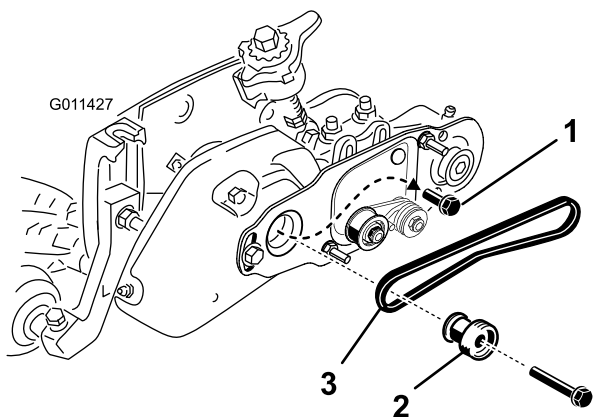

Figura 31
42. Retire el perno que sujeta la polea del acondicionador al eje motor (Figura 31).
43. Introduzca la polea motriz del cepillo en la polea motriz del acondicionador y sobre el eje motor (Figura 31). Asegúrese de que las pestañas de la polea entran en la ranura del eje motor.
44. Aplique Loctite a las herramientas del tornillo de cabeza embrizada de 3/8" x 2". Fije la polea de arrastre al eje con el tornillo de cabeza embrizada (Figura 31). Apriete el perno a 46–54 N m.